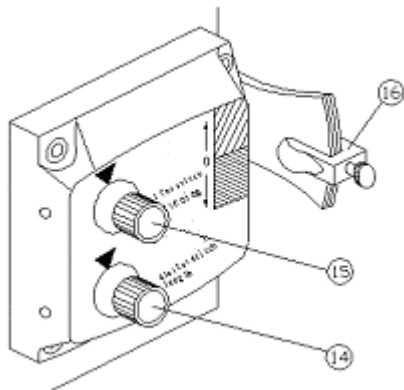

FIG. 4
La longueur du point est ajustée au moyen de l'ajustement de la longueur du point " gradué" cadran (14). Si le cadran est mis au nombre " 0" le point sera de longueur minimum. Tourner le cadran comme les aiguilles d'une montre aussi loin que le nombre " 8" s'ajustera le point à sa longueur maximale. FIG. 4.
La longueur du point long court ou le court long point est ajustée au moyen du cadran de la correction du point gradué (15). Obtenir la correction maximale du point le cadran devrait être mis au nombre " 6". Tourner comme les aiguilles d'une montre le cadran vers le nombre " 0" réduira la correction à rien. FIG. 4.